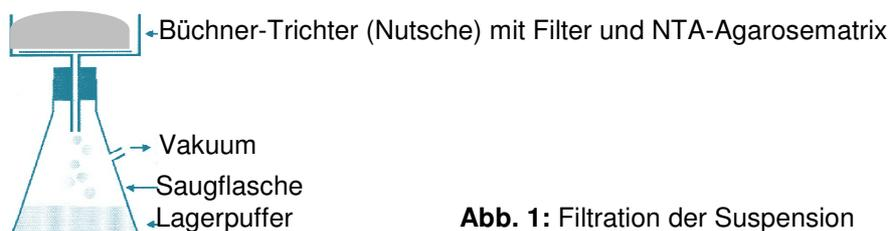

Abb. 1: Filtration der Suspension
- B.** Nach vorsichtigem Schütteln der Flasche wird die Suspension filtriert (siehe Abb. 1). Die getrocknete Matrix wird dann in einem geeigneten Behälter gelagert. 0,7 g der trockenen Matrix entsprechen 1,0 ml feuchter Matrix.